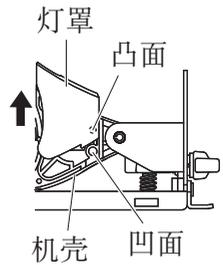

图 27
(1) 从把手罩的凹入部分取下灯罩的凸出部分，然后按图 27 中箭头所示方向拉出灯罩。